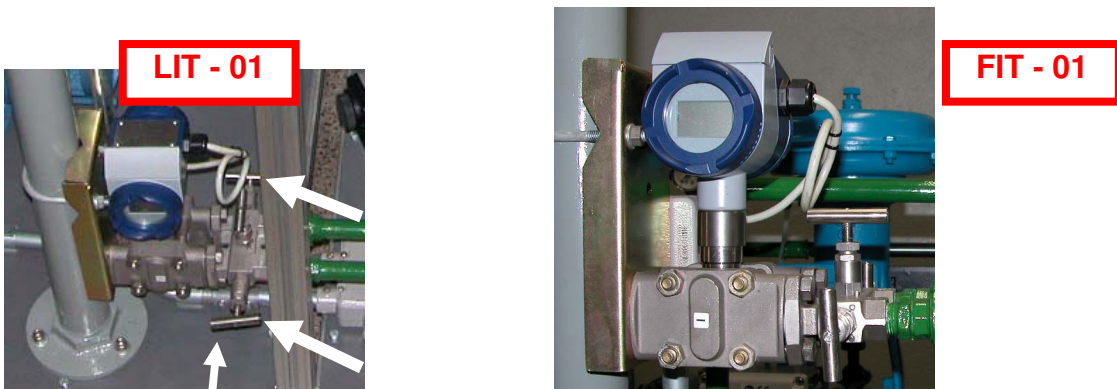

Figura 2 – Registros nas entradas de tomadas de pressão do LIT-01 e FIT -01
2.2 VERIFIQUE OS AJUSTES DOS REGISTROS EQUALIZADORES DOS TRANSMISSORES INTELIGENTES DE PRESSÃO DIFERENCIAL LIT-01 E FIT - 01, CONFORME A FIGURA 2.